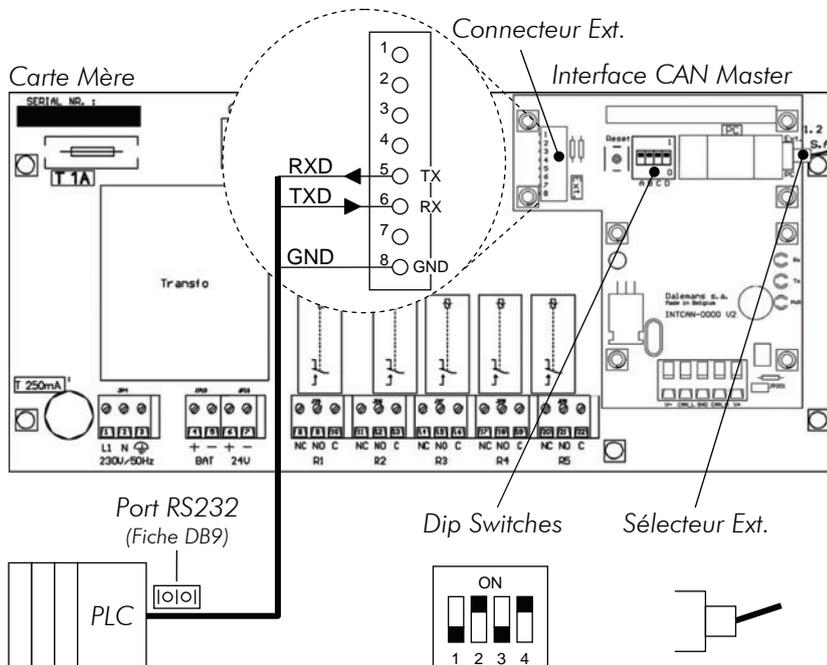

Fig. 52
• A l'autre bout du câble, dénuder les 3 fils sur 8 mm et raccorder les bornes 5, 6 et 8 du connecteur *Ext* de la carte *Interface CAN Master* (Fig. 52).